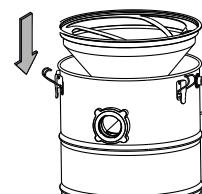

Fig. 3
- Sæt forfilteret i beholderen. Forfiltret er designet til at dække beholderens fulde omkreds (fig. 3).